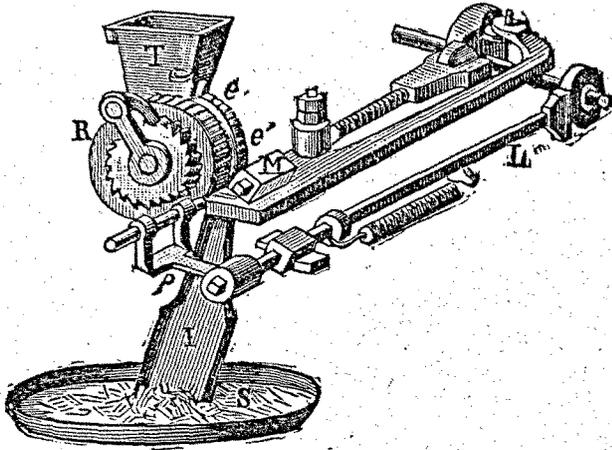

Fig. 268. — Machine à faire les têtes.
**Épingles en acier.** — La fabrication des épingles en acier est analogue à celle des aiguilles, à l'exception du façonnage de la *tête* qui n'est plus le même; pour obtenir cette dernière, on détrempe le côté non effilé du tronçon, puis on le refoule à l'aide de la machine à faire les têtes (fig. 268).
La tête est formée par refoulement. A cet effet, les tronçons sont versés dans la trémie sans fond T, d'une autre machine : la *machine à faire les têtes* (fig. 268). De cette trémie, ils tombent dans les encoches périphé-